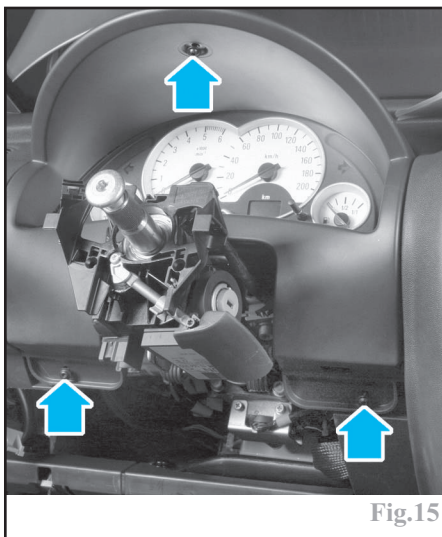

Fig.15
Déposer l'enjoliveur de combiné d'instrument (7) (Fig.15).